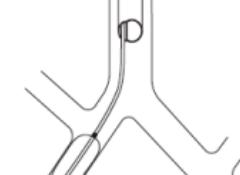

Fig.10
- Para um doente com o lobo superior do pulmão direito localizado muito próximo à bifurcação traqueal, bloquear os lobos médio e inferior do pulmão direito, ao invés de todo o pulmão direito, pode ser obtido através da colocação do bloqueador no brônquio intermediário (Fig. 10).